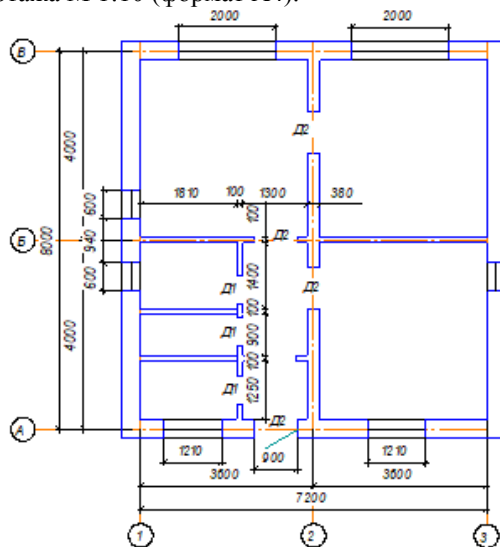

Рисунок 1 – План здания
2. Нанести на план здания необходимые наружные и внутренние размеры (согласно ГОСТ СПДС); площадь помещений; условные обозначения санитарно-технического оборудования (рис.1)